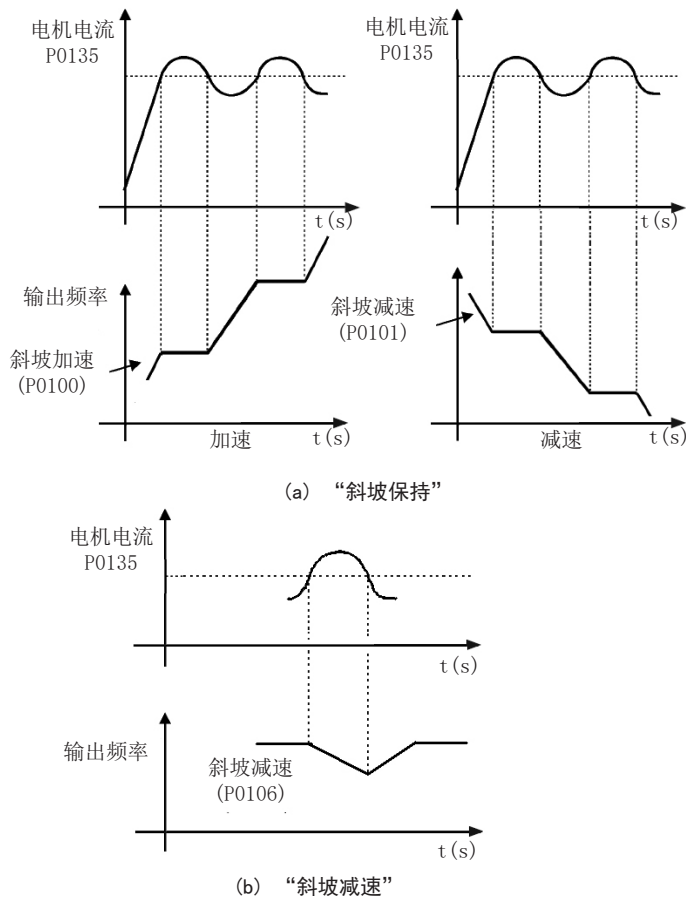

图 9.10: 通过P0135限流的动作模式 (a) 和 (b)
- 启动：测量直流母线电压（P0004）并与 P0151 中设置的值进行比较；这些信号之间的差异（误差）乘以比例增益（P0152）；然后将结果添加到斜坡输出，如 图 9.8（第9-12页） 和 图 9.10（第9-13页）。
- 动作：如果在加速或减速过程中电机电流超过了 $P0135$ 的设定值，那么速度将不会继续增大或减小。当电机电流达到低于 $P0135$ 的值时，电机将再次加速或减速。参见 图 9.10（第9-13页）。
- 动作：如果在加速或减速过程中电机电流超过了 $P0135$ 的设定值，那么速度斜坡输入端将会被强制置为空值，从而强制电机减速。当电机电流达到低于 $P0135$ 的值时，电机将再次加速。参阅 图 9.10（第9-13页）。
激活斜坡保持和减速斜坡模式电流限制的电流水平, 分别如 图 9.10 (第9-13页) 所示。